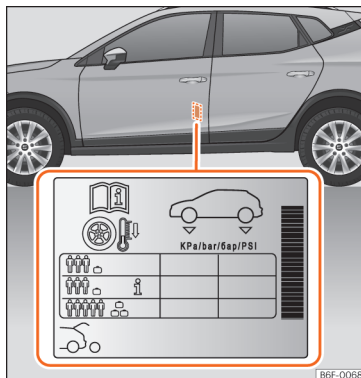

Abb. 288 Einbauort des Aufklebers für den Reifenfülldruck.
- Passen Sie bei größerer Zuladung den Reifenfülldruck entsprechend an »» **Abb. 288**.
Die Angaben zum Reifendruck befinden sich auf einem Aufkleber an der B-Säule der Fahrertür »» **Abb. 288**.
Je nach Fahrzeug kann der Reifenfülldruck auf halbe Last eingestellt werden, um den Fahrkomfort zu verbessern (Reifendruck **i** »» **Abb. 288**). Beim Fahren mit Komfort-Reifendruck kann sich der Kraftstoffverbrauch leicht erhöhen.
Der Reifendruck muss der aktuellen Fahrzeugbelastung angepasst werden. Wenn das Fahrzeug voll beladen werden soll, muss der Reifenfülldruck entsprechend dem auf dem Reifenfülldruck-Aufkleber »» **Abb. 288** angegebenen maximalen Wert erhöht werden.
»» **Abb. 288.**